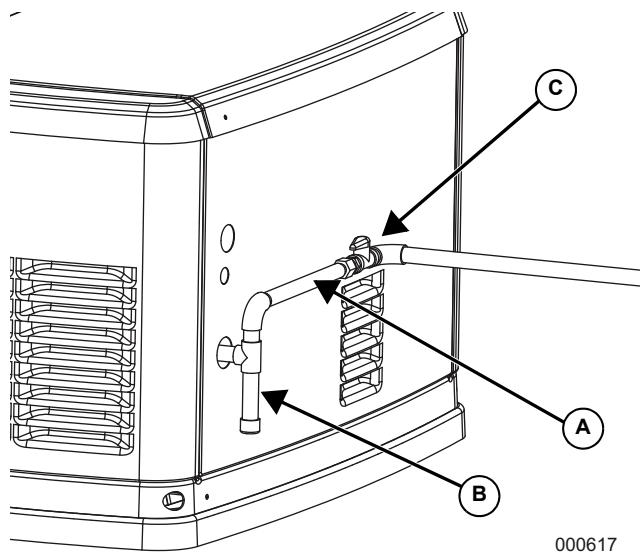

Figura 5-3. Colector de sedimentos
3. Al conectar la tubería de gas al generador, use un conjunto de manguera que satisfaga los requisitos de las normas ANSI Z21.75/CSA 6.27—Connectors for outdoor Gas Appliances and Manufactured Homes (Conectores para artefactos de gas en exteriores y casas fabricadas o tubería de combustible flexible o aprobada por AGA, de acuerdo con los reglamentos locales. Vea A en la Figura 5-3. El propósito de la tubería de combustible flexible es asegurar que la vibración del generador no cause una fuga de gas en uno de los puntos de conexión. Es importante que la tubería se instale con tan pocos dobleces como sea posible. Instale el colector de sedimentos recomendado (requerido por algunos códigos locales) y una válvula de cierre de combustible como se ilustra (B y C en la Figura 5-3).